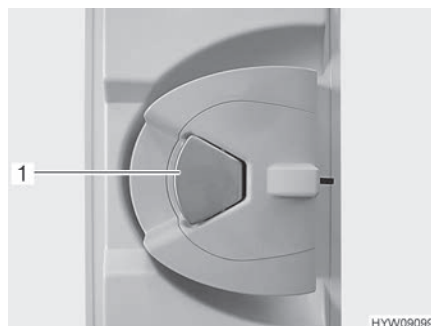

Fig. 54 Serratura della porta (porta di ingresso, lato interno)
- Apertura:* ■ Quando la serratura della porta è bloccata: Tirare una volta la maniglia della porta (Fig. 54,1). La porta è sbloccata.
- Tirare la maniglia della porta (Fig. 54,1). La porta è aperta.
- Bloccaggio:* ■ Premere la maniglia della porta (Fig. 54,1).